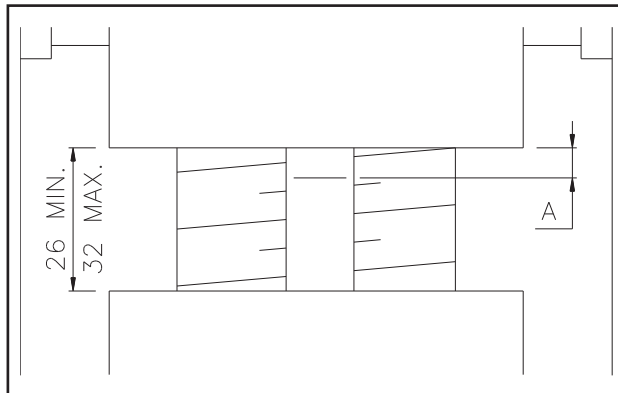

Fig. 23- Abb.23
- check dimension in Fig.23: For optimal operating conditions ensure  $A = 1.5 \text{ mm.}$  if  $A = 0 \text{ mm.}$ , the lifting nut is 50 % worn and must be replaced.
■ Contrôler la cote A (Fig. 23). Si A=1,5 mm: écrou en parfait état. Si A=0 mm: l'écrou est usé à 50%; la limite d'usure est atteinte.
- Die Höhe anhand der Abbildung 23 kontrollieren: bei A = 1,5 mm wird ein optimaler Betrieb gewährleistet; bei A = 0 mm ist das tragende Spiralgehäuse zu ca. 50% verschlissen und muß ausgewechselt werden. Es ist der autorisierte Kundendienst zu rufen.